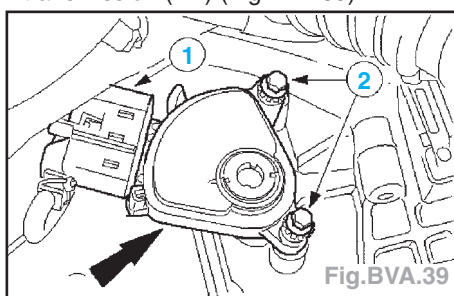

Fig.BVA.39
- Déposer le capteur de sélection de transmission (TR) (Fig.BVA.39).